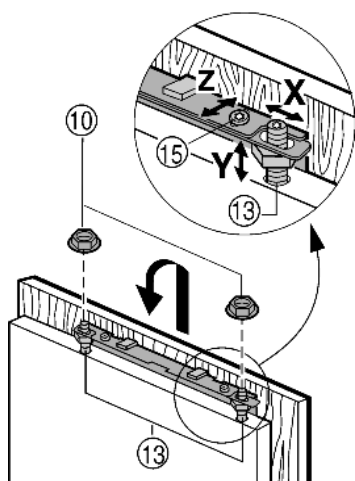

Fig. 15
- ▶ Kastdeur aan de justerbouten Fig. 15 (13) hangen en de contraoeren Fig. 15 (10) losjes op de justerbouten schroeven.
- ▶ Kastdeur op de hoogte Y en qua zijwaartse helling uitlijnen: stelschroeven Fig. 15 (13) met een schroevendraaier afstellen.
- ▶ Contraoeren Fig. 15 (10) vastdraaien.